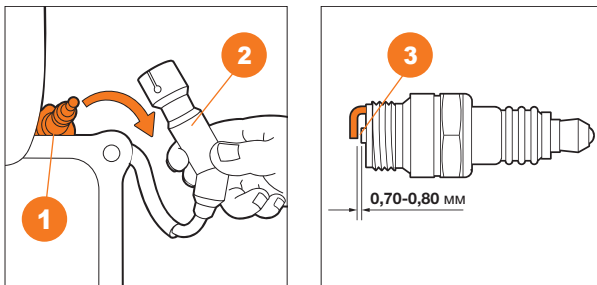

Рис. 5
1. Снимите высоковольтный колпачок 2 свечи зажигания 1 (Рис. 5).